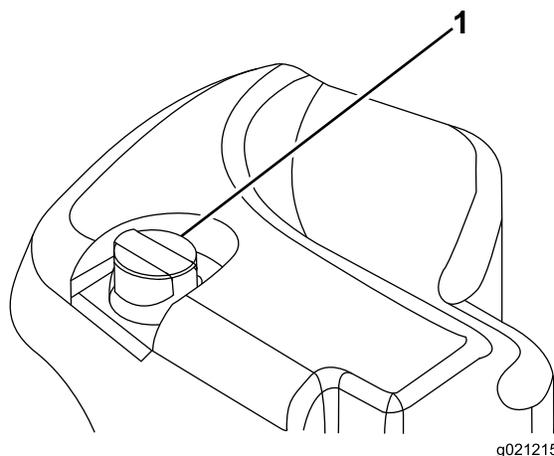

Рисунок 33
2. Очистите зону вокруг заливной горловины и крышки гидравлического бака (Рисунок 33).